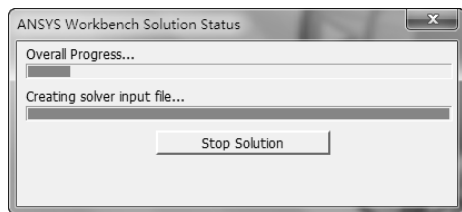

图 12-16 求解进度条
1) 单击工具栏上的【Solve】按钮，启动求解，系统弹出进度条，表示正在求解。求解完成后进度条自动消失，如图 12-16 所示。